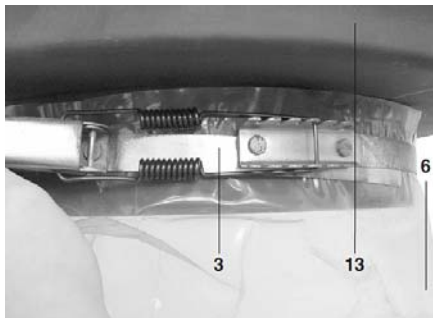

Fig. 8 : Fermeture rapide sac collecteur
6. Tirez le sac collecteur (6) au-dessus de l'ouverture inférieure du châssis en plastique (13), de manière à ce que l'ouverture se ferme complètement, et fixez le sac avec la fermeture rapide (3), (figure 8).